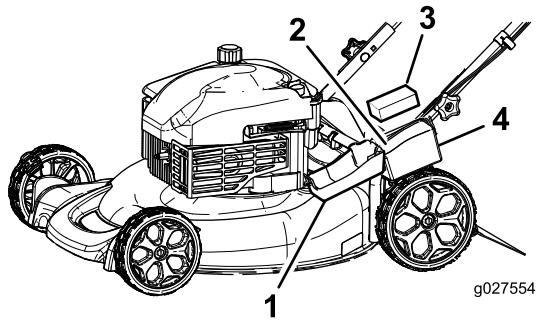

Figura 27
- Sbloccate il coperchio della batteria e toglietelo (Figura 27).